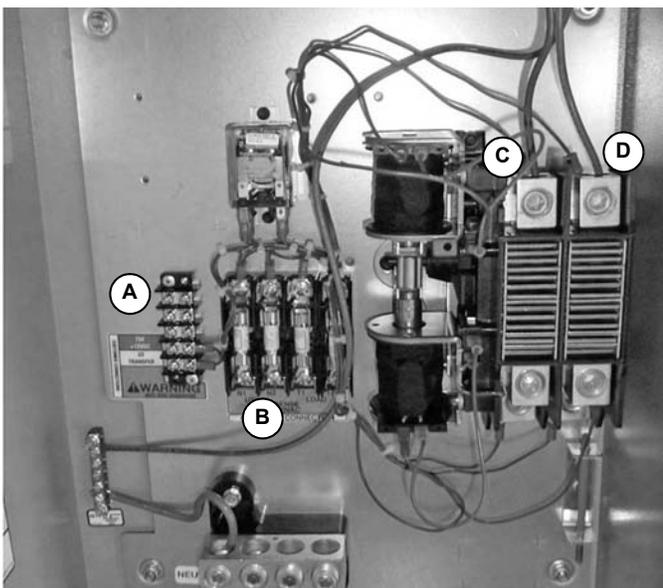

Рис. 2-7.
- Подсоедините заземление (зеленый/желтый, В) к заземляющей шине (А) (рис. 2-7).
- Подсоедините активный (под напряжением) коричневый провод (С) к левой верхней клемме передаточного механизма, а нейтральный синий провод (D) к верхней правой клемме передаточного механизма (рис. 2-7).